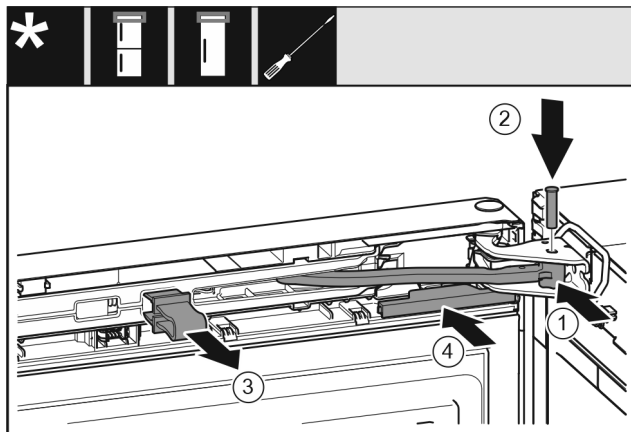

Fig. 21
- ▶ Завъртете шарнира в лагерната стойка. Fig. 21 (1)
- ▶ Поставете болта в лагерната стойка и шарнира. При това обърнете внимание на това, фиксиращата гърбица да е легнала правилно в жлеба. Fig. 21 (2)
- ▶ Свалете предпазителя. Fig. 21 (3)
- ▶ Нахлузете капака. Fig. 21 (4)